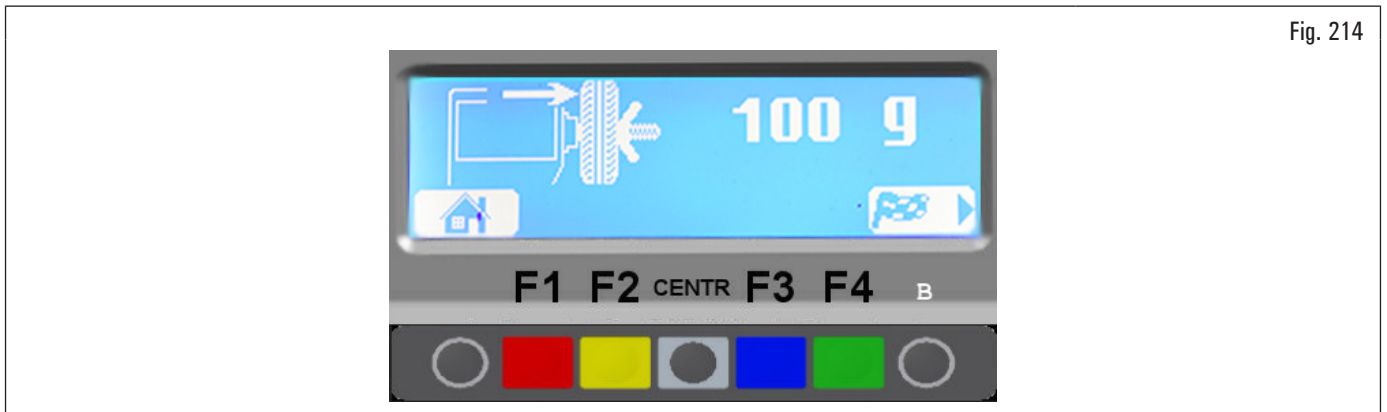

Fig. 214
7. al termine del lancio, rimuovere il peso da 100 g (3.52 oz) dal lato esterno ed applicarlo esattamente nella stessa posizione sul lato interno della ruota, come indica la Fig. 214;
Premere il "tasto F2" e verrà visualizzata la Fig. 214.